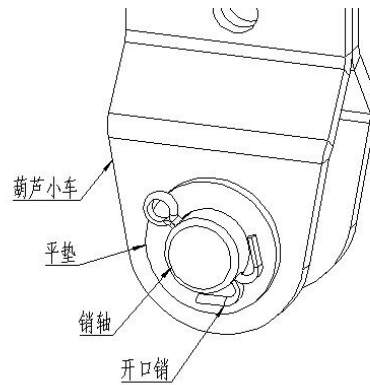
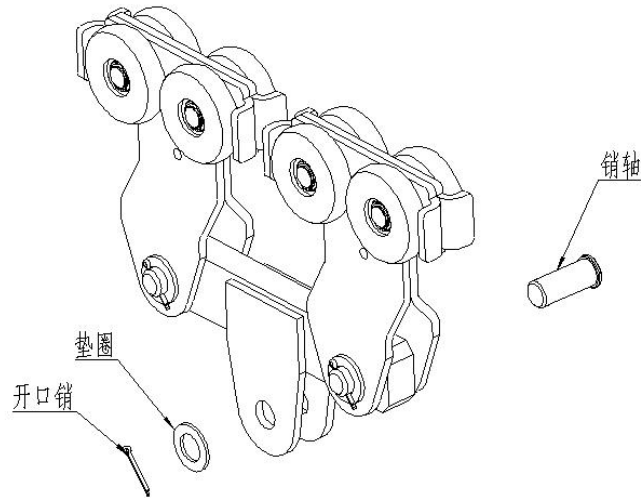

图 6D
图 6E
6.6 折弯开口销（如图 6D）。
6.11 如果葫芦吊钩太大，或者悬挂装置不仅是吊钩，那么拆下主梁小车上的中心销轴（图 6E），再安装悬挂装置。将开口销插回到原位置，并且折弯开口销（图 6D）。